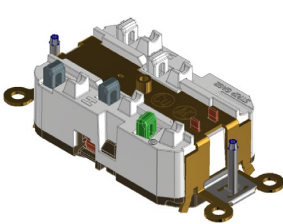

Fig. 3
- À la Fig. 3, les plongeurs sont en position "vers le bas". À cette position, il est impossible d’insérer les fils.